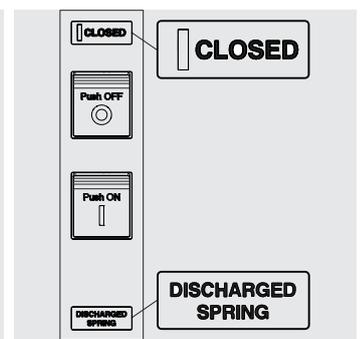

Figura 34
- Interruttore chiuso con molle scariche (vedi Figura 34).